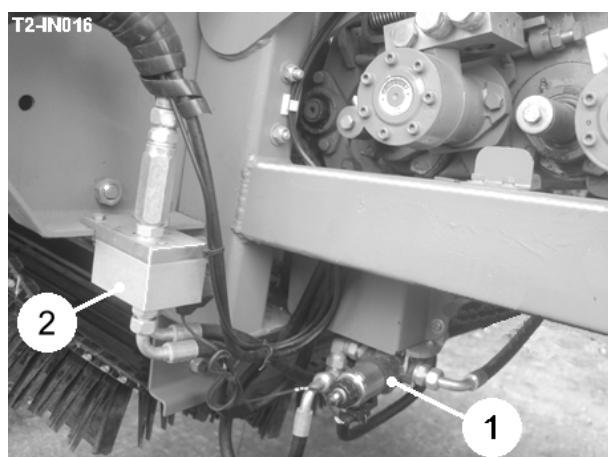

Fig 18
Pour le propagateur la section de la décharge de la banque de la valve de secours doit être tournée en premier en utilisant le bouton  sur le service écran terminal pour courir. Le bouton  commencera alors / arrêtera le propagateur indépendamment du tissu de l'ascenseur. La vitesse du tissu du propagateur est en phase terminale contrôlée par le diviseur du courant (article 1, figure 18) du service.
Le service bouton  débuts / arrêts terminaux tous les éléments de la section arrière du moissonneur. Avec le service bouton terminal  sur, les débuts du bouton  de la manche à balai / arrête seulement le tissu de l'ascenseur en opérant la valve de la déviation (item 2, fig 18).